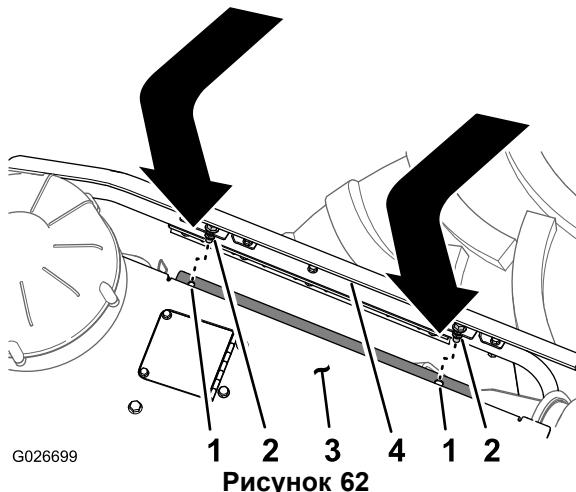

Рисунок 62
- Совместите крепежный болт в верхней части боковой панели с отверстием в опорном фланце панели капота (Рисунок 62).